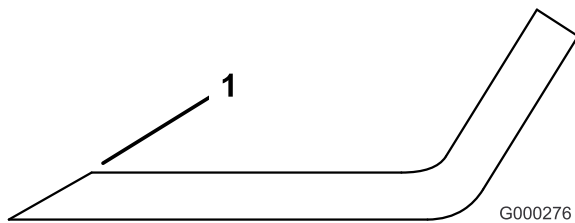

Figure 95
1. Au moyen d'une lime, affûtez les tranchants aux deux extrémités de la lame (Figure 95).